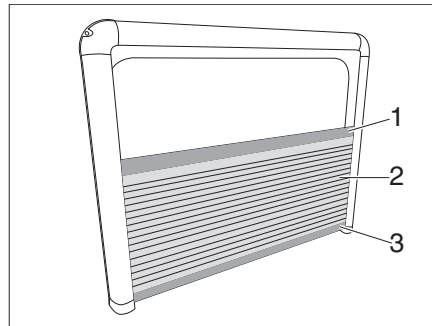

Fig. 81 Persiana, plisada
**Cerrar:** ■ Tirar de la persiana oscurecedora (Fig. 81,2) hacia arriba por el listón superior (Fig. 81,1) y desplazarla hacia abajo por el listón inferior (Fig. 81,3).
**Abrir:** ■ Desplazar el listón superior (Fig. 81,1) hacia abajo. La mosquitera protege la ventana abierta.
**Apertura sin mosquitera:** ■ desplazar el listón inferior (Fig. 81,3) hacia arriba. La mosquitera no protege la ventana abierta.